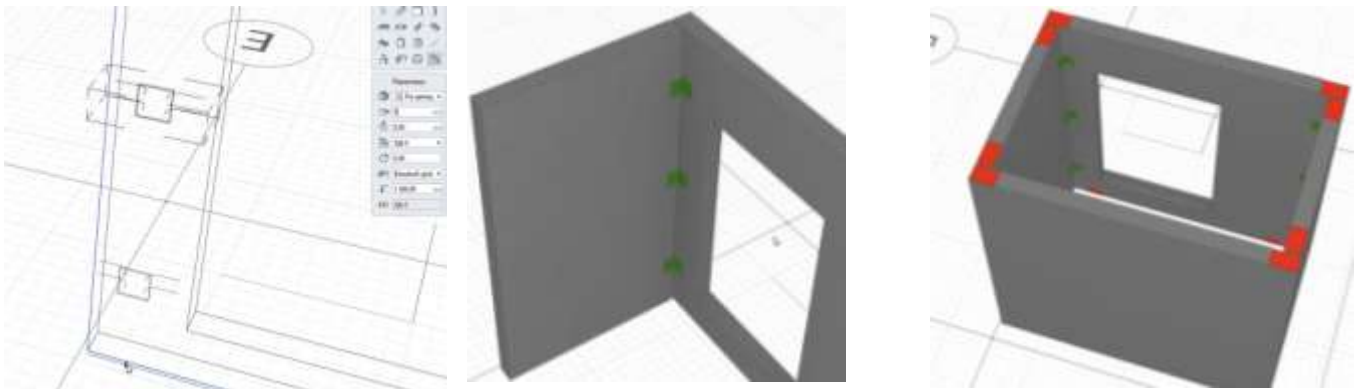

Рисунок 13.5 - Размещение закладных. Ответные закладные. Панель шахты лифта со всеми закладными. Общий вид
6. Расположим закладные детали в панели (рис. 13.5). Аналогичным образом делаем ответные закладные детали, а следом и все остальные (рис. 13.5).